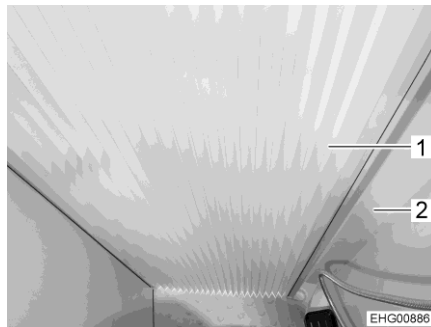

Fig. 170 Plisado, cerrado
- Cerrar el plisado (Fig. 170,1). Para ello, tirar el plisado hacia la pared giratoria grande (Fig. 170,2) hasta que el cierre magnético sujete el plisado en su posición.